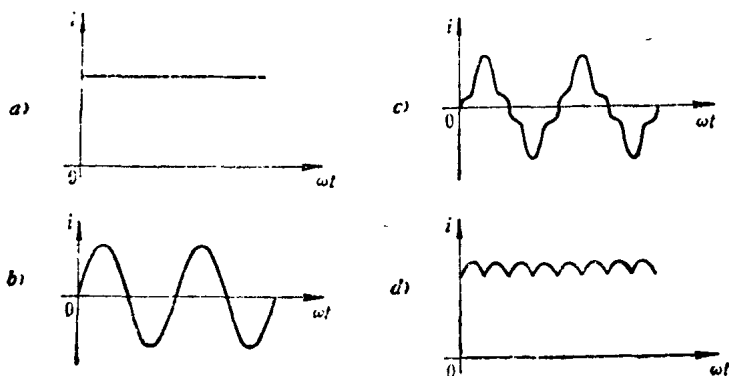

图 1-1 各种电流波形图
20. 直流 大小和方向不随时间变化的电流称为直流,如图 1-1(a)所示。
21. 交流 大小和方向随时间作周期性变化的电流称为交流,如图 1-1(b)所示。
图 1-1 b) 所示。
23. **非正弦交流** 随时间不按正弦规律变化的交流电流称为非正弦交流, 如图 1-1 c) 所示。
24. **脉动直流电流** 大小随时间变化而方向不变的电流称为脉动直流电流, 如图 1-1 d) 所示。